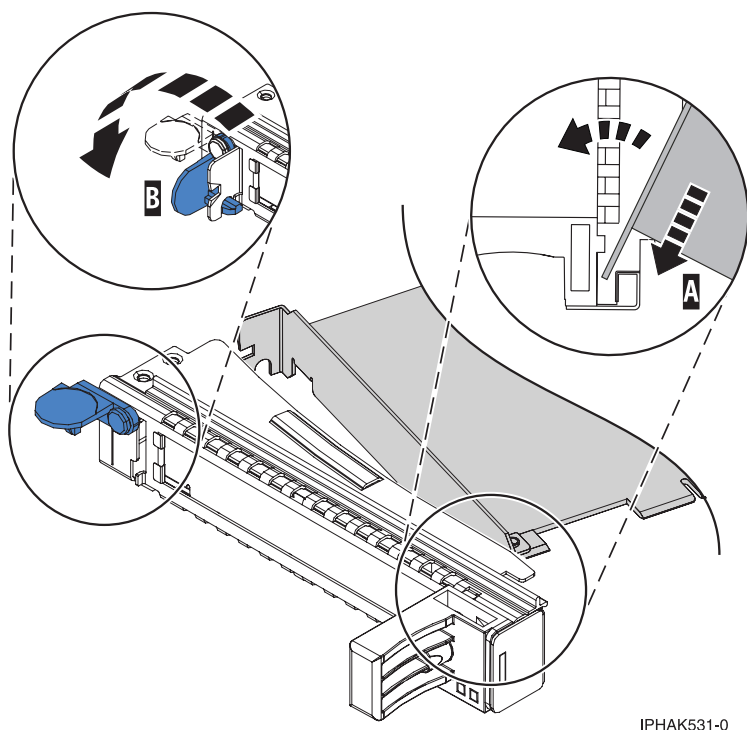

Figura 57. Adaptador que se ha quitado de la casete de adaptador PCI de anchura simple
- a. Con la abrazadera de la contrapunta en posición de abierto, inserte con firmeza el adaptador en el canal (A) de retención de la contrapunta. Consulte la Figura 57 en la página 68.
c. Cierre la abrazadera de la contrapunta (**B**). Consulte la Figura 57.